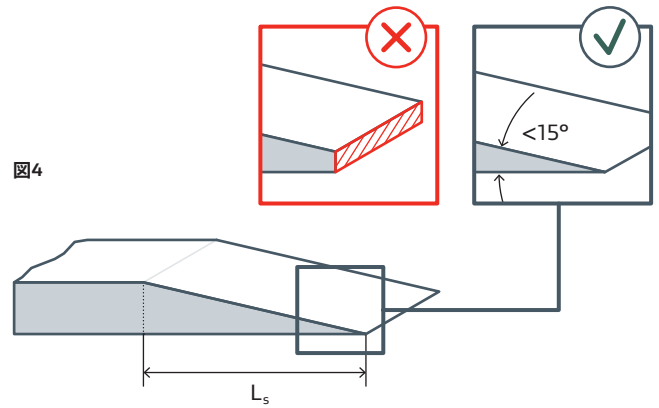

図4
- フランジ面とは別の清潔で平坦な場所にゴア(R)ジョイントシーラント取り出し、カッター等で図4を参照に斜めにカットしてください。